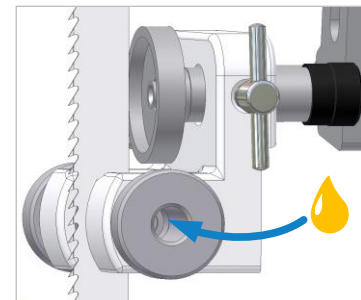

Abbildung 35: Seitenrollen ölen
- Die Verschlussstopfen der Rollen entfernen und einige Tropfen Öl in die Lagerungen geben (siehe ⇒ Abbildung 35).
- Verschlusskappe von Rückenrollenlagerung abschrauben (siehe ⇒ Abbildung 35).